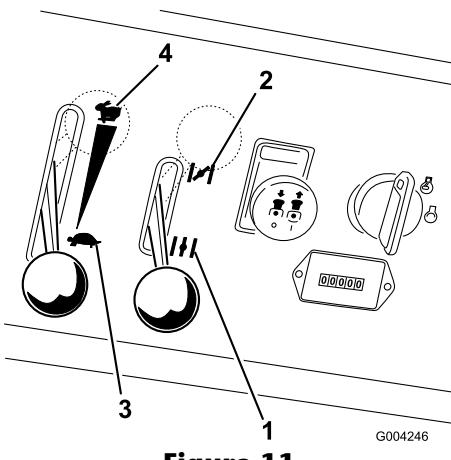

Figura 11
4. Si el motor está frío, mueva el control del estárter a la posición **arranque** antes de arrancarlo (Figura 11).
5. Si el motor está frío, mueva el control del acelerador a la posición **rápido** antes de arrancarlo (Figura 11).
7. Después de que el motor arranque, abra el estárter (Figura 11). Si el motor se cala o funciona irregularmente, vuelva a colocar el estárter en Cerrado durante unos segundos, luego mueva la palanca del acelerador al ajuste deseado. Repita este procedimiento tantas veces como sea necesario.
- Ponga la palanca del acelerador en un punto intermedio entre las posiciones lento y rápido (Figura 11).